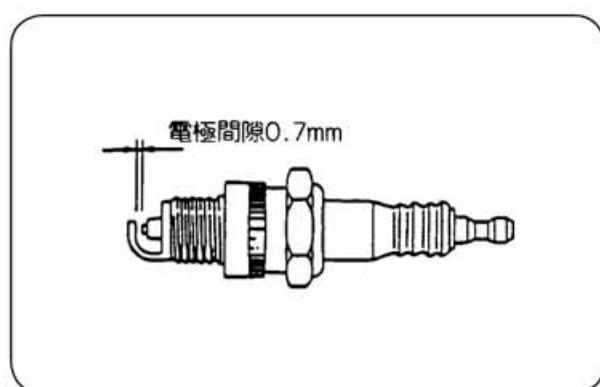

図 37
- 電極の隙間が0.7mmになるように調整してください。（図37）